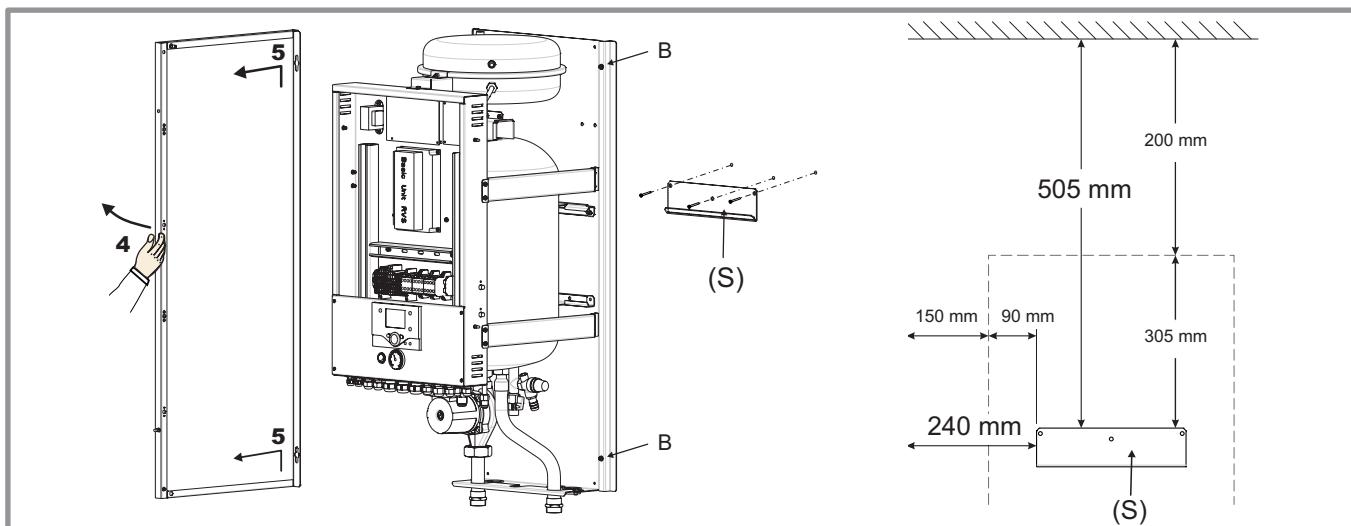

figure 17 - Dépose des côtés et fixation du support
- 4, 5 :** Déposer les côtés (4 vis B, figure 17).